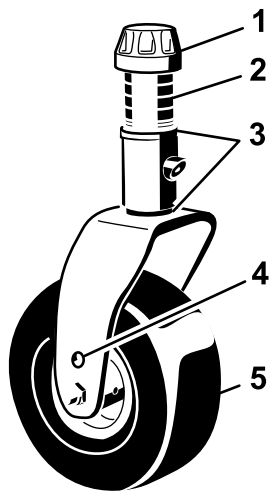
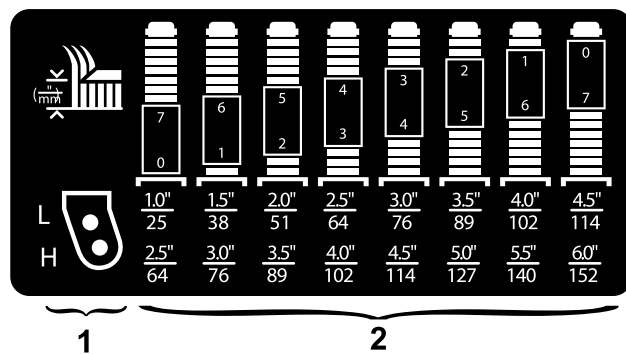

图 7
图 8
将脚轮轴放到两个脚轮叉的相同孔中。请参阅图 7 和图 8 确定用于设定的正确孔位。
1. 从锭轴上取下张紧帽图 7 然后将锭轴滑出脚轮臂。将 2 个薄垫片按最初安装的方式放在锭轴上。这些薄垫片需要在整个滚刀组宽度上达到水平。
2. 将相应数量的隔片滑到锭轴上以获得所需的剪草高度图 7。
请参考图 8 确定所需剪草高度设置需要的隔片组合。